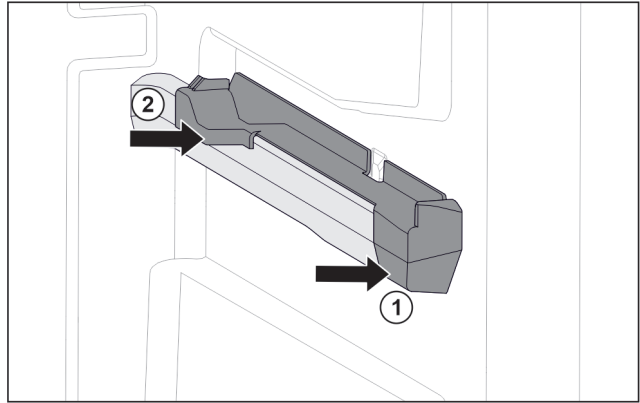

Fig. 84 Aufsteckteil auf der rechten Behälterrippe
- Aufsteckteil vorne an Behälterrippe ansetzen. Fig. 84 (1)
- Aufsteckteil hinten andrücken. Fig. 84 (2)